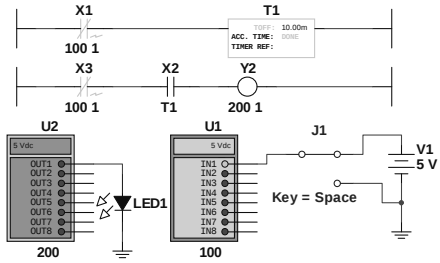

图 12-64 定时满定时器触点断开
在梯形图仿真时，当 `TIMER_TOFF` 定时器通电，这个定时器控制的触点闭合，如图 12-64 所示中 X2，当定时器定时达到“预设定值”时，触点断开。位于梯形图中的定时器连接如果遭到破坏，那么已完成的定时值不会被记录，一旦工作正常，定时器又从零开始定时。
- Timer Reference：定时器的参考标号。这里参考标号为 T1，即与定时器有关联的触点一定也要标上 T1，如图 12-64 所示中 X2 触点。